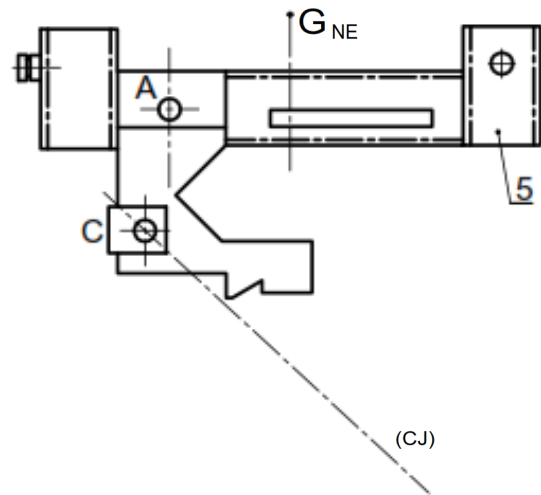

Figure 4
3.3 Isoler **NE**, faire le bilan des actions mécaniques et déterminer graphiquement les actions en **A** et **C** (sur figure 4, feuille 6/7).